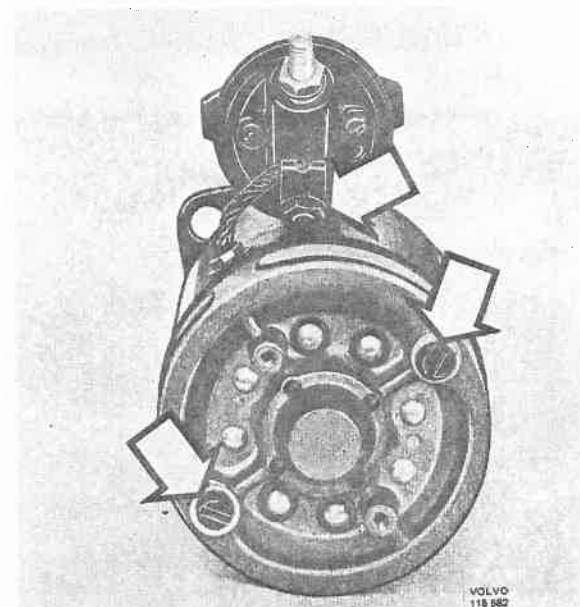

Fig. 33-10. Removing the nut and screws
3. Ta bort skruvarna som håller samman lager-sköldar och hus. Ta bort muttern som håller förbindelseledningen vid manövermagneten, bild 33-10.